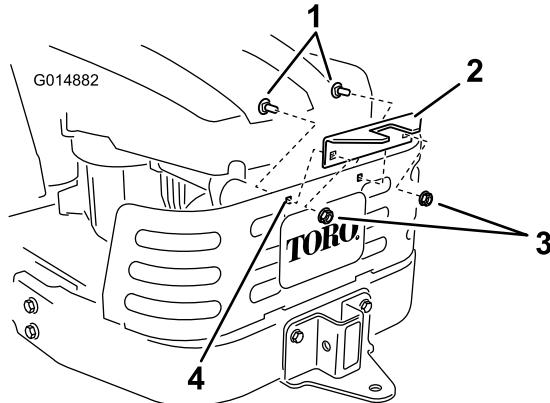

Figura 13
4. Instale el bastidor del ensacador en el soporte. Sujete el bastidor del ensacador con un pasador (1/2 x 2-1/4 pulgadas) y una chaveta (Figura 13).